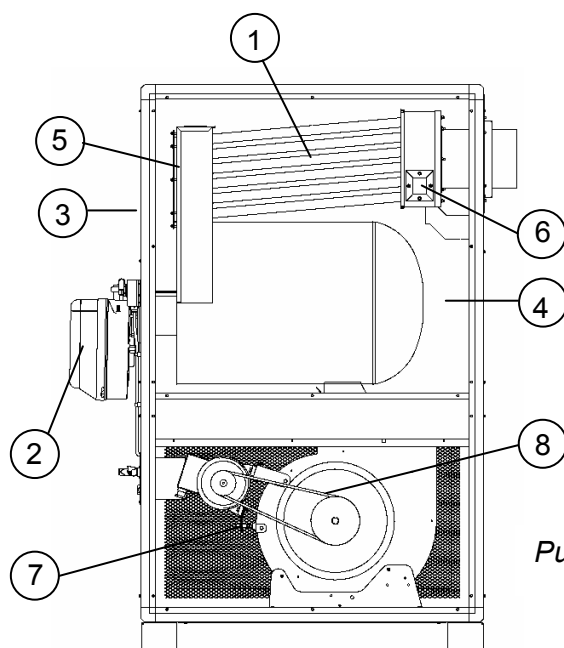
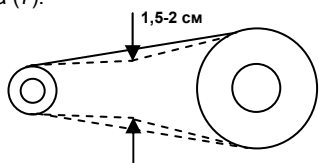

Рис. 2
Рис.3
Эти работы следует проводить как минимум раз в год или по мере необходимости – в конце отопительного сезона. Из камеры сгорания и обменника следует удалить сажи. Причиной образования слишком большого количества сажи может быть дефектный дымоход, плохой монтаж горелки или низкое качество топлива. Наличие чрезмерного количества сажи можно по тому, что генератор будет самопроизвольно выключаться. Доступ к камере сгорания (Рис.2) и обменнику (1) возможен только после откручивания горелки (2), снятия панели корпуса (3, 4,) и панелей, закрывающих камеру сгорания (5, 6).
Минимум раз в год или по мере необходимости следует проверять натяжение клиновидного ремня (8) (Рис.2). Ремень следует натянуть одной рукой посередине (Рис.3) – прогиб должен составлять 1,5-2 см. Если прогиб значительно отличается от указанного, то следует его отрегулировать при помощи шурупа (7).